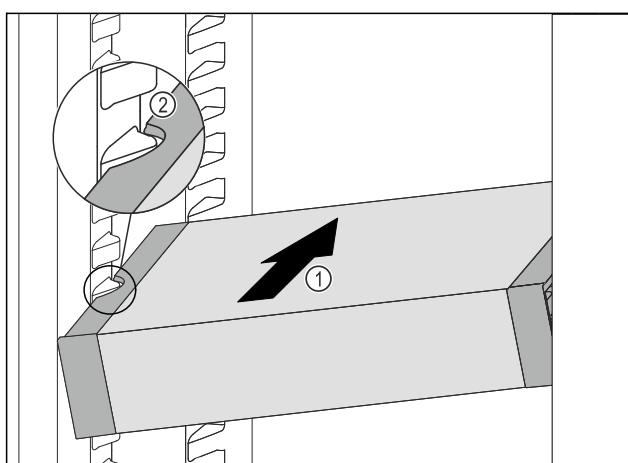

Fig. 101
- ▶ 将 VarioSafe 斜插入冷藏区中 Fig. 101 (1)，直至 VarioSafe 的侧部凹槽 Fig. 101 (2) 与冷藏区中的容器肋梁持平。